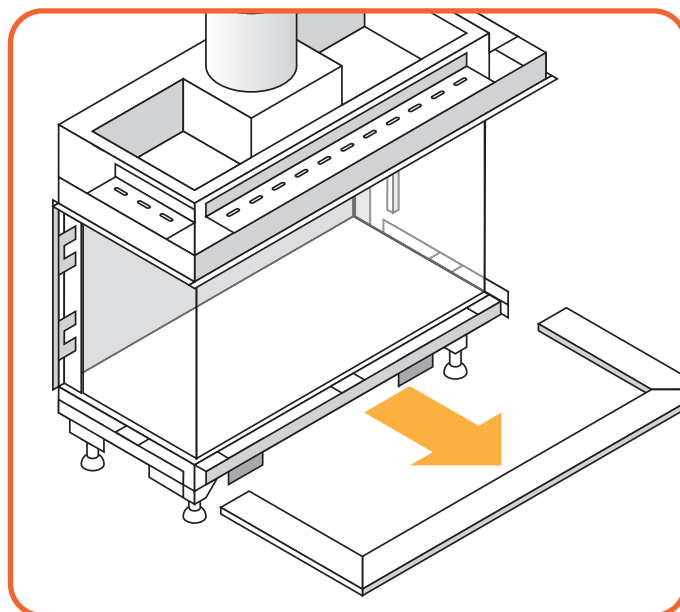

Abb. 9.3 Abneme die untere Verkleidung
- Nehmen Sie die untere Verkleidung ab (Abbildung 9.3).